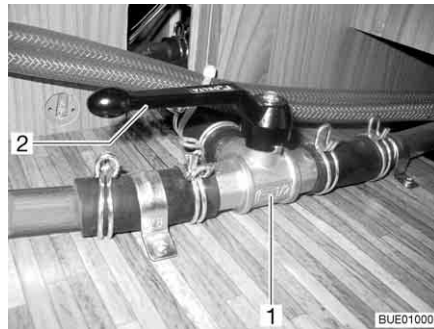

Bild 190 3-vägsventil
- Ställ spaken (Bild 190,2) till 3-vägsventilen (Bild 190,1) parallellt med den raka genomflödesriktningen (Bild 190).
- Ställ spaken (Bild 190,2) till 3-vägsventilen (Bild 190,1) tvärs mot den raka genomflödesriktningen.